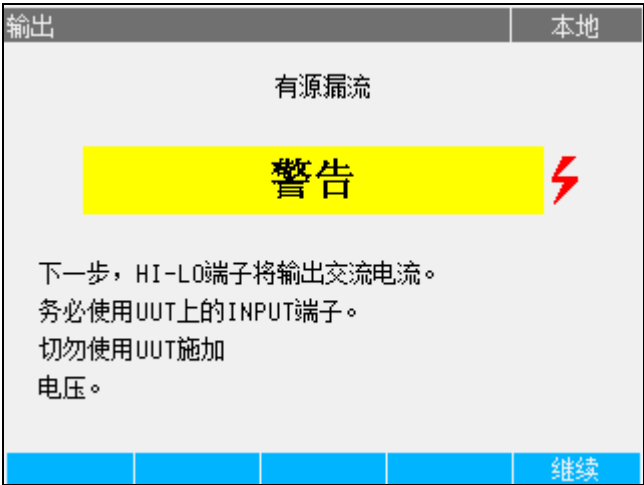

图 10.有源漏流警告消息
在无源、替代和差分漏电流模式中，本产品用作十进制电阻，而在有源电流模式中，本产品用作被测仪器的电流源。电流源可以具有 50 V 至 100 V 的最大电压。因此，为了提醒用户在校准期间输出端子出现的电压情况，只要选择了有源漏流模式，便会显示图 10 所示的消息。
- 3. 使用光标键或旋钮高亮显示**有源**选项，并按**选择**功能键或者按入旋钮。出现图 10 所示的警告消息。